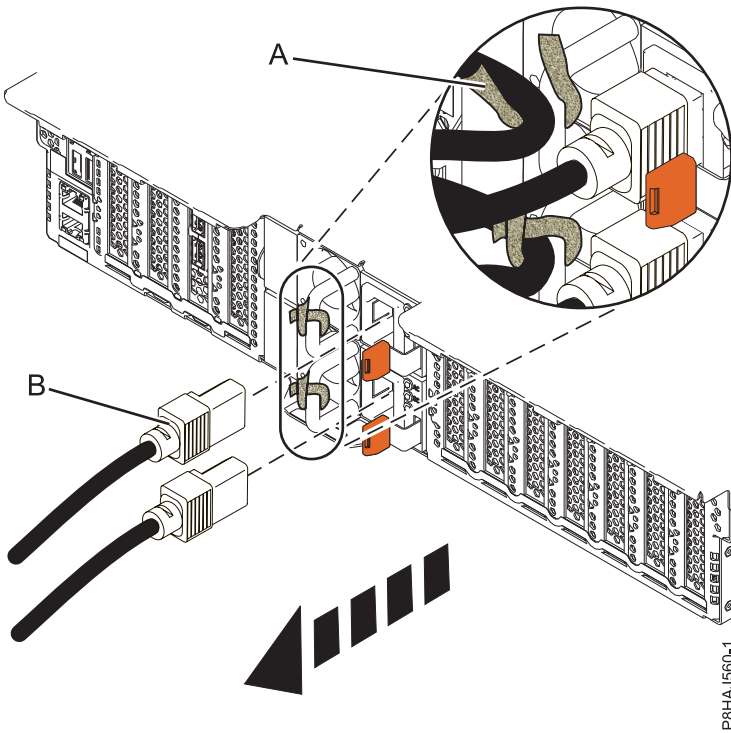
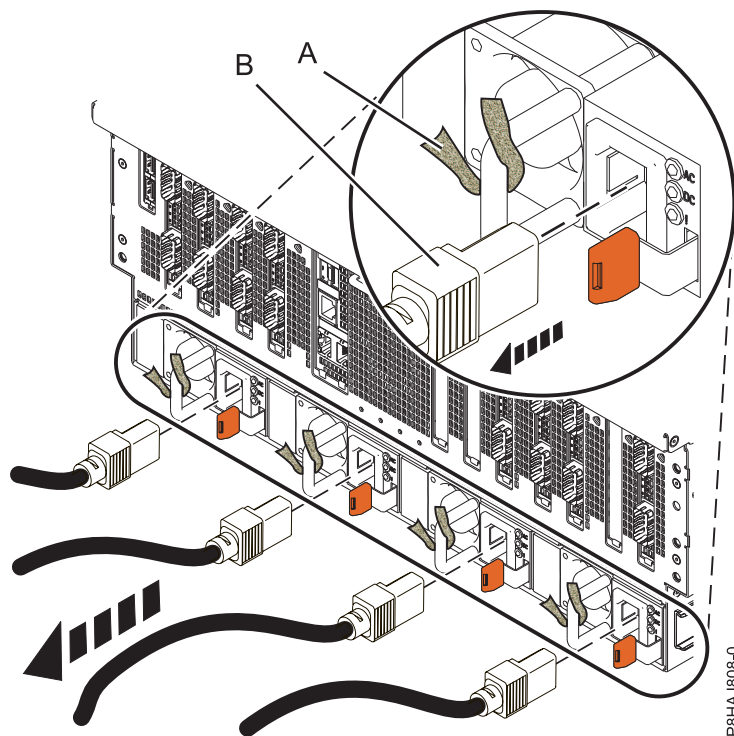

Figure 47. Retrait des cordons d'alimentation d'un système 5148-21L, 5148-22L, 8247-21L, 8247-22L, 8284-21A ou 8284-22A
Figure 48. Retrait des cordons d'alimentation d'un système 8408-44E ou 8408-E8E
3. Débranchez les cordons d'alimentation (**B**) de l'unité centrale. Voir les figures figure 46, à la page 94, figure 47, à la page 94 ou figure 48, à la page 95 selon le type de votre système.